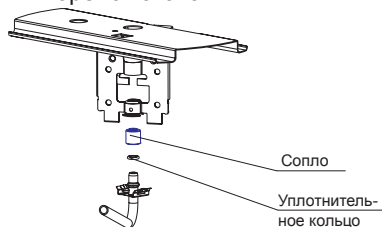

рис. 16
### 22.1. Проведение замены сопла при ремонте, а также при переводе на другой тип газа (рис.16, 17, 18)
6. Снять установленные сопла, для этого отверткой необходимо отсоединить металлическую защелку от отбортовки гнезда держателей сопла и вывести газоподводящую трубку вместе с соплом из гнезда, затем снять сопло с трубки газа. (рис.16). Резиновые уплотнительные кольца рекомендуется оставить на трубках.